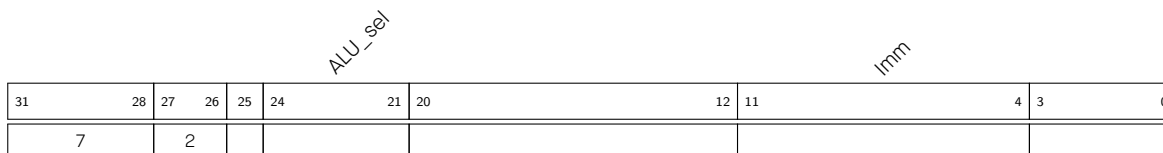

图 2-9. 指令类型 - 对阶段计数器寄存器的 ALU 运算
如图 2-9 所示，当指令 [27:26] 位设置为 2 时，ALU 将对 8 位寄存器 Stage\_cnt 进行递增、递减或重置操作，运算类型取决于指令的 ALU\_sel[24:21] 位，具体设置方式见表 2-9。Stage\_cnt 是一个独立的寄存器，并不是图 2-9 所示指令的一部分。
- Operand**     **描述** - 见图 2-9